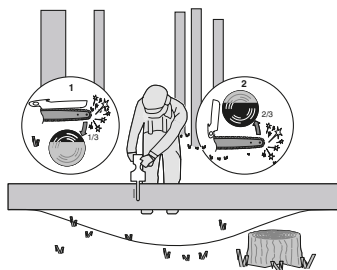

Figura 4
Si el tronco está apoyado por ambos extremos, tal como se muestra en la figura 4, corte 1/3 del diámetro desde la parte superior (corte superior) (1). A continuación, finalice el corte cortando por la parte inferior los 2/3 restantes hasta encontrarse con el primer corte (2).